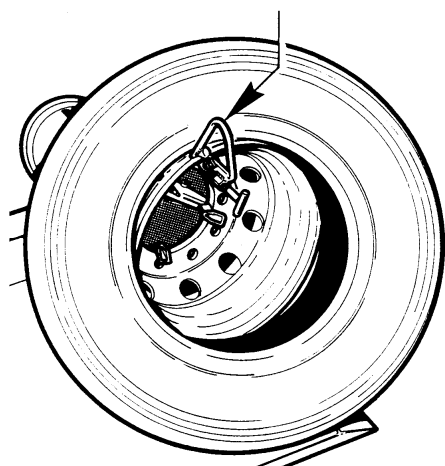

Рис.27
2. Переведите рычаг держателя колеса полностью вниз. Закатите шину на подножку и подвесьте на струбцине (Рис. 27).